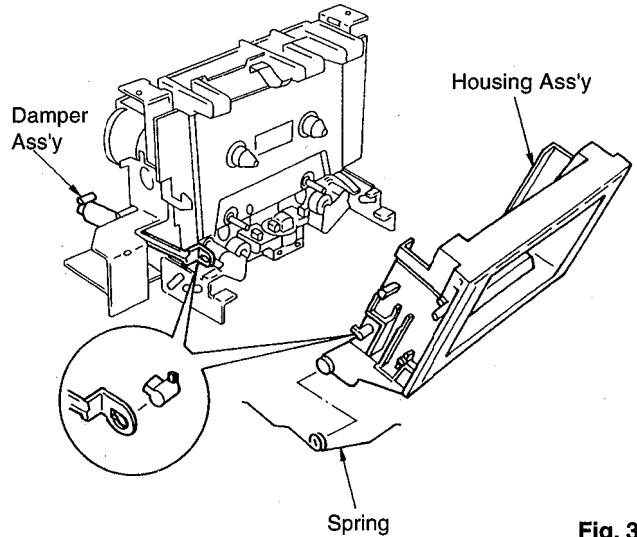

Fig. 3
- a. Detach the spring in Fig. 3.